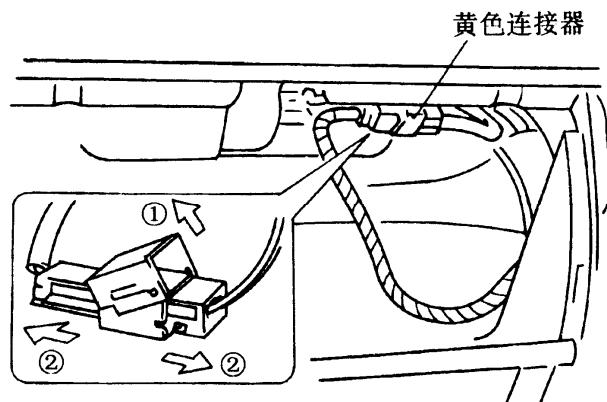

图 10-33 拆下黄色连接器
3) 拆下副驾驶员侧安全气囊模块的黄色连接器, 见图 10-33。